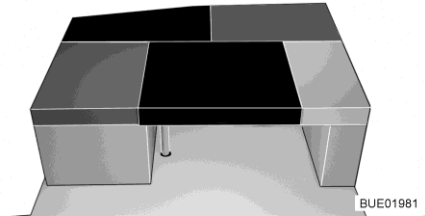

Bild 164 Nach dem Umbau
- Das rechteckige Zusatzpolster auf den Tisch legen (zwischen das Sitzpolster und das Rückenpolster des Seitensitzes, siehe Bild 164).